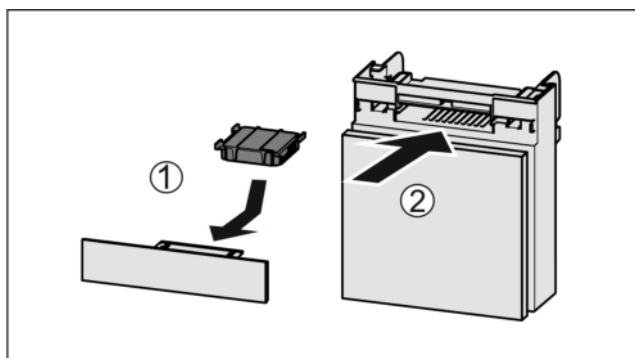

Fig. 112
- Aktivkohlefilter nach Abbildung einsetzen Fig. 112 (1).
- Fach einschieben Fig. 112 (2).